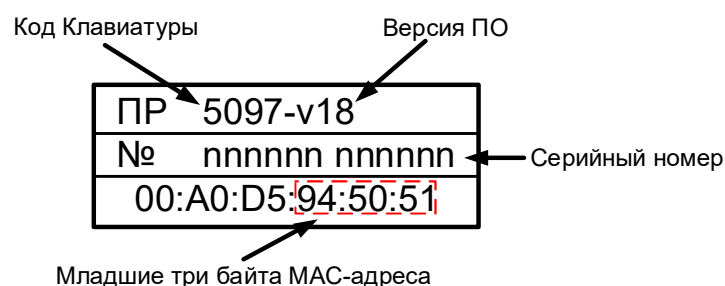

Рисунок 7 – Шильдик
- В поле «MAC адрес» введите младшие три байта MAC-адреса, напечатанного на шильдике клавиатуры (см. Рисунок 7).